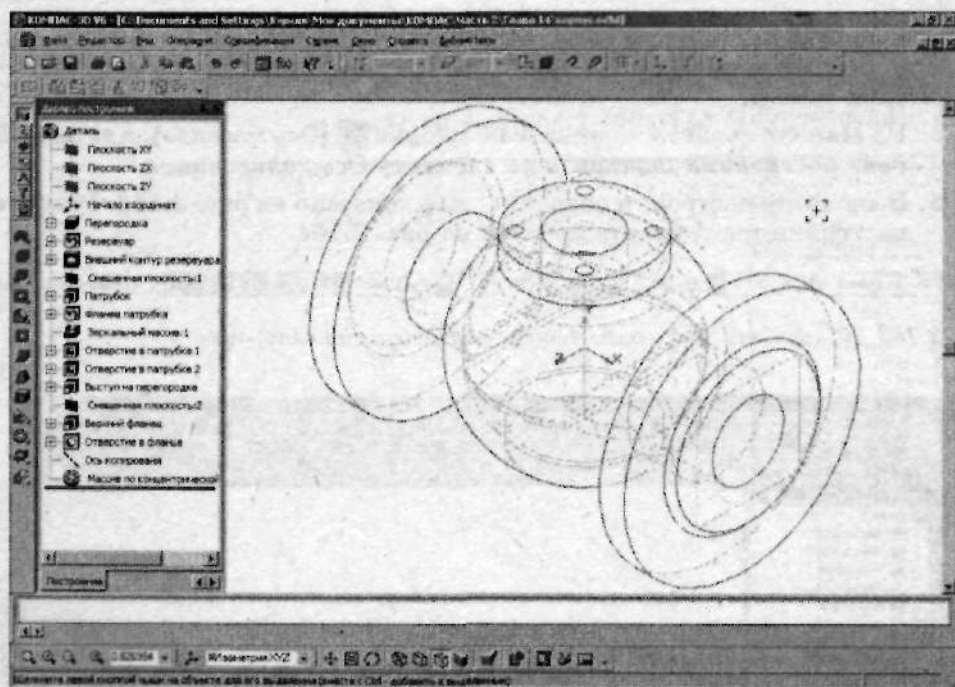

Рис. 2.165. Отверстия в Фланце построены
27. На рис. 2.165 показан Корпус с верхним фланцем и отверстиями.